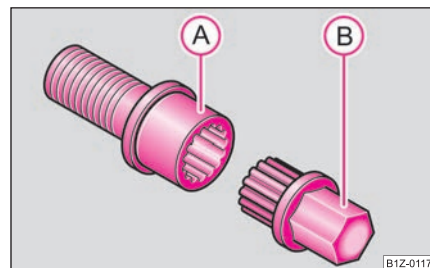

Fig. 216 Șurub de
- Introduceți adaptorul (B) cu partea zimțată până la limită pe interiorul zimțat al șurubului de siguranță (A), astfel încât să se mai vadă numai partea hexagonală ⇒ fig. 216.